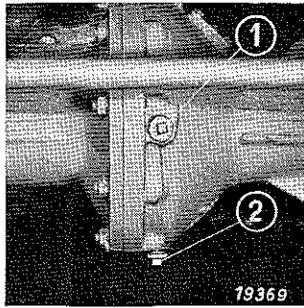

Bild 101
Ausgleichsgetriebe (Bild 101)	1,6 Liter
Die Ölablaßschrauben ② + ③ befinden sich an den tiefsten Stellen (Bild 101 und 103).